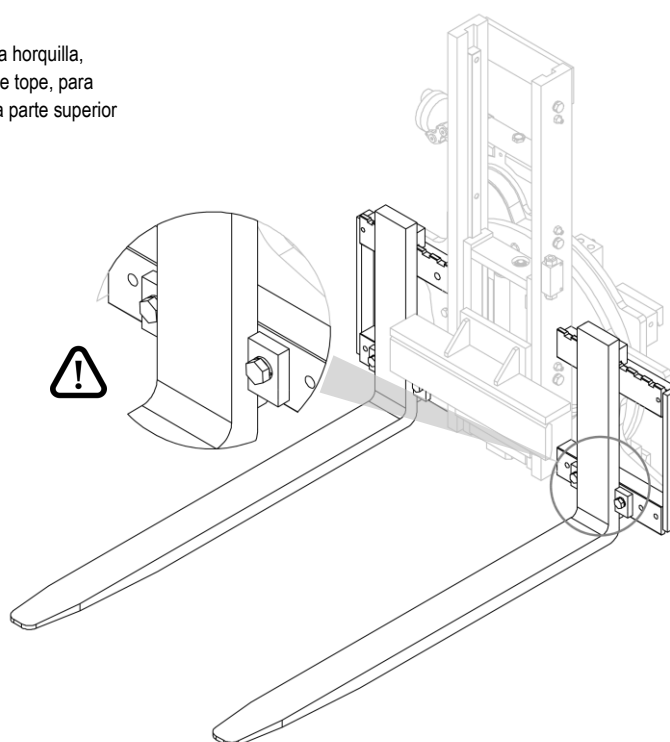

Figura 12
2. Inserta las horquillas y vuelva a apretar los tope (mira *Figura 12*).